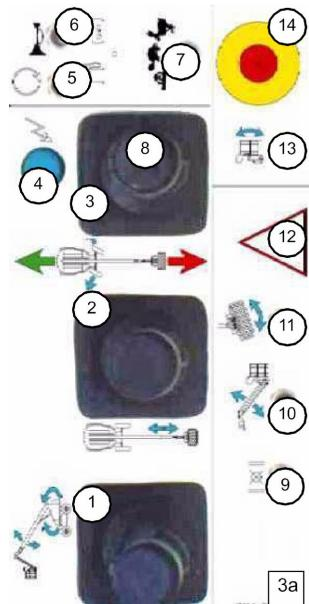

Рисунок 14. Пульт управления на рабочей платформе.
- Пульт управления на рабочей платформе (рисунок 14)